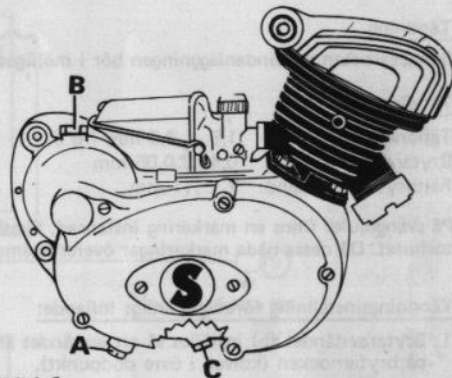

Bild 9
Placera mopeden vågrätt och skruva ur oljenivåskruven (A bild 9). Rinner därvid ingen olja fram ur hålen måste påfyllning ske. Lossa då påfyllningspluggen (B bild 9), (på 3-växlade motorer hastighetsmätartransmissionen) och fyll så mycket att oljan börjar rinna fram ur hålet för nivåskruven (A).
Vid oljebyte skall motorn vara varmkörd. Placera lämpligt kärl under motorn och skruva bort avtappningspluggen (C bild 9) och nivåskruven (A bild 9). Luta mopeden åt sidorna så att all olja tömmes. Skruva därefter fast avtappningspluggarna och fyll i olja (200 cm3) i påfyllningshålet så som beskrives under "Oljekontroll".